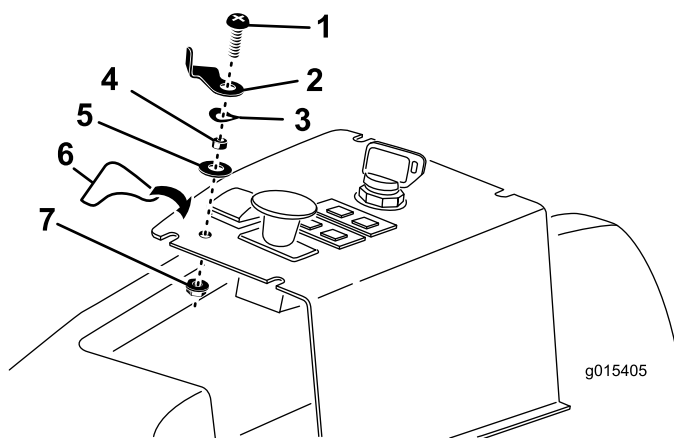

Figure 13
3. Insérez le levier de verrouillage du relevage, l'entretoise, la rondelle ondulée et la rondelle plate sur la vis à tête tronconique, dans la position illustrée à la Figure 13.
4. Insérez la vis du levier de verrouillage du relevage dans le trou du panneau de commande et fixez-la avec un contre-écrou. Positionnez le levier de verrouillage de relevage comme illustré à la Figure 13.
5. Apposez l'autocollant du levier de verrouillage sur le panneau de commande, dans la position illustrée à la Figure 13.